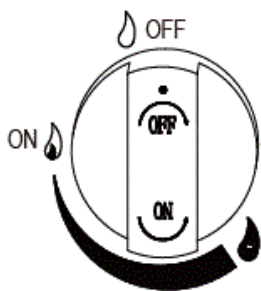

Figura 1
2. La manopola di comando deve trovarsi in posizione "OFF" (Figura 1).